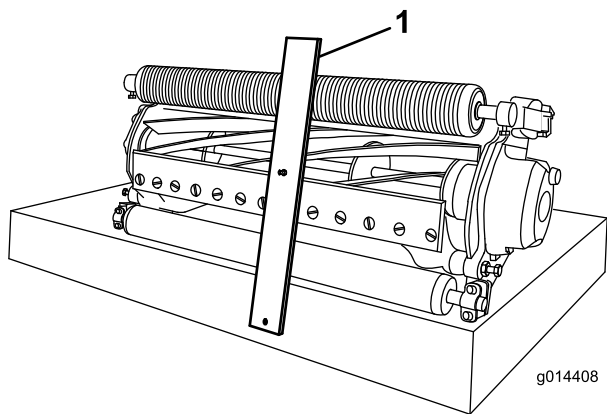

Рисунок 10
2. Зацепите головку болта измерительной планки регулировки высоты скашивания за правую сторону режущей кромки неподвижного ножа и приложите задний конец планки к задней части валика (Рисунок 10).